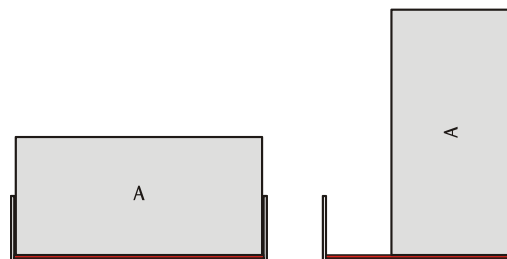

Fig. 1: Pesquisa do atrito estático e dinâmico com o corpo de atrito A para dois tamanhos de superfície de apoio.
- Colocar a placa de atrito sobre o trilho, com o lado liso ou rugoso a vista conforme a escolha, e colocar um corpo de atrito sobre a placa. (veja fig. 1 e 2).